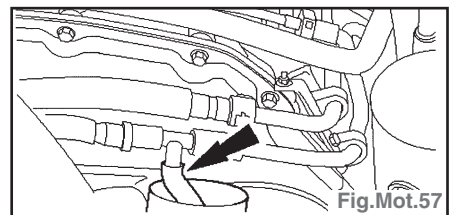

Fig.Mot.57
- brancher le tube de purge à la canalisation de retour de la pompe à injection (1),
- brancher le tube de purge au filtre à carburant (2),
- placer le tube de purge dans un récipient approprié (3).
- Utiliser un récipient et un tronçon de tuyau appropriés et adapter une extrémité du tuyau sur le raccord ouvert restant du raccord en T et placer l'autre extrémité du tube dans le récipient (Fig.Mot.57).